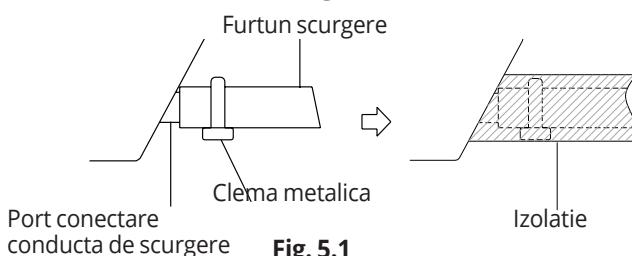

Fig. 5.1
- ✓ Daca locatia este expusa la vant puternic (in apropierea marii), unitatea va fi montata in apropierea unui perete, pentru a fi protejata. Daca este posibil asigurati un acoperis (fig. 5.1&5.2).